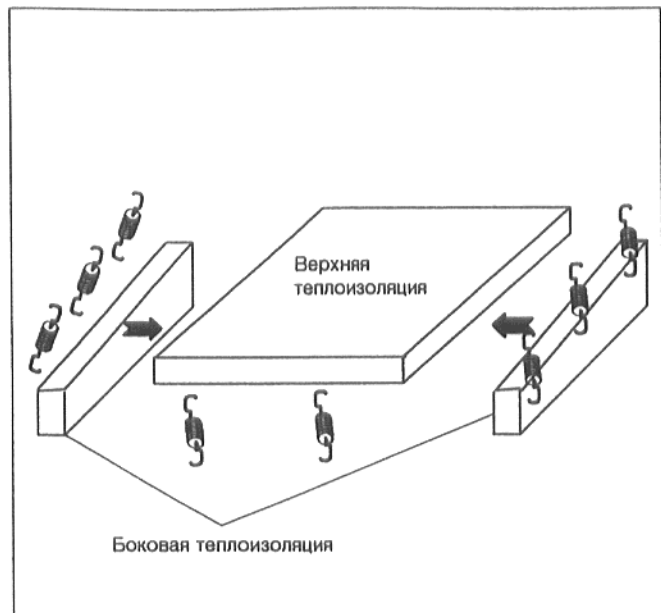

Рис. 27: Теплоизоляция коллектора отходящего газа
- Уложить теплоизоляцию коллектора отходящего газа (прямоугольная теплоизоляция без прорезей) сверху на верхнюю сторону коллектора отходящего газа (рис. 27).
- Прижать боковую теплоизоляцию к боковым стенкам коллектора отходящего газа и прикрепить посредством крепежных пружин к верхней теплоизоляции (рис. 27)